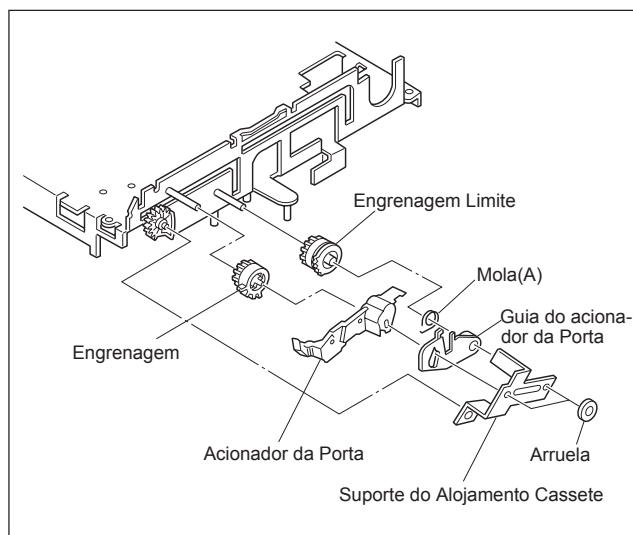

Fig.2-2-3b
- (2) Remova as duas travas e remova o suporte do alojamento cassete. (Veja Fig.2-2-3b.)
- (3) Remova o guia do acionador da porta, a mola (A), o acionador da porta, a engrenagem e a engrenagem limite. (Veja fig. 2-2-3b)